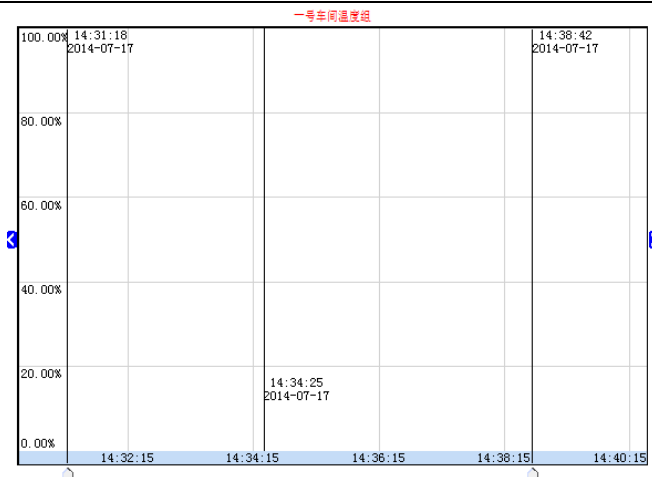

图 8-302 默认运行
- 基本信息属性设置主要针对趋势控件窗口整体外观、轴外观、游标等属性的设置。点击“基本信息”标签，切换至该属性页，如图 8-301 所示。若不更改基本信息属性，控件保持系统默认设置，运行效果如图 8-302 所示。